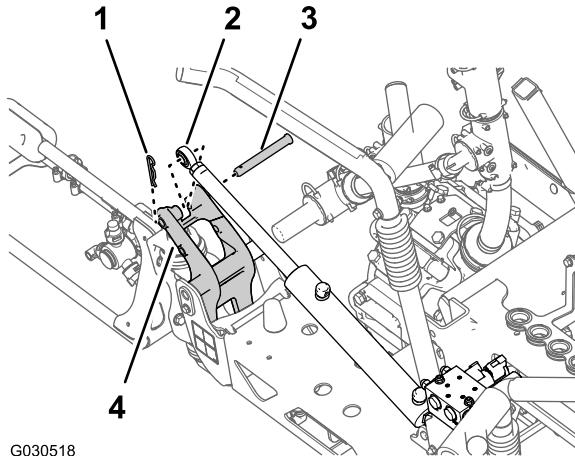

图40
2. 取出将提升油缸的杆头固定到枢轴支架的发卡销和柱销图40。